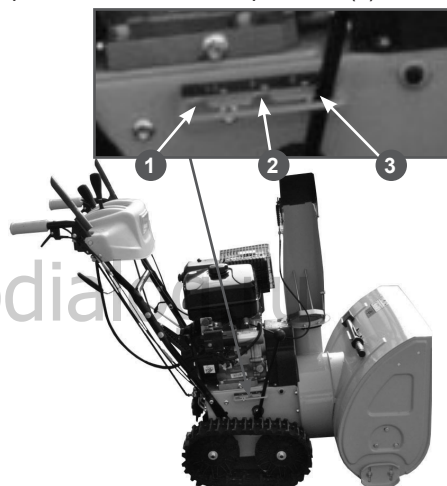

Рис.28
Кроме ползочков для регулировки высоты кожуха шнека, снегоотбрасыватель оборудован механизмом установки рабочего положения снегоотбрасывателя, который приводится в действие рычагом (1) Рис.28.